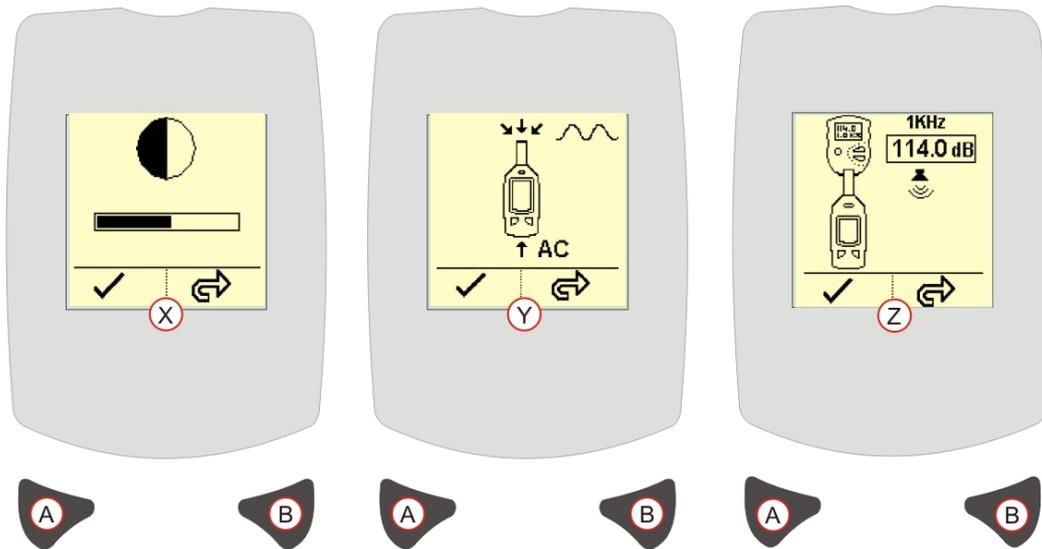

图 9 配置菜单
“配置菜单”（请参阅图 9）可以用于对 显示器对比度、校准值和信号输入源进行更改。
显示器对比度 — [图 9 参考 X]。按右键 (B) 可以调整对比度。对比度调整到理想位置后，按左键 (A) 可以接受更改并继续转到“校准值”屏幕。
信号输入源 — [图 9 参考 Y]。
校准值 — [图 9 参考 Z]。此屏幕用于设置声学校准器的标称输出值，例如 114.0 dB。按右键 (B) 可以调整校准值。有关声学校准器的输出值，请参阅校准器的校准报告。按左键 (A) 可以接受更改并继续转到主测量屏幕。